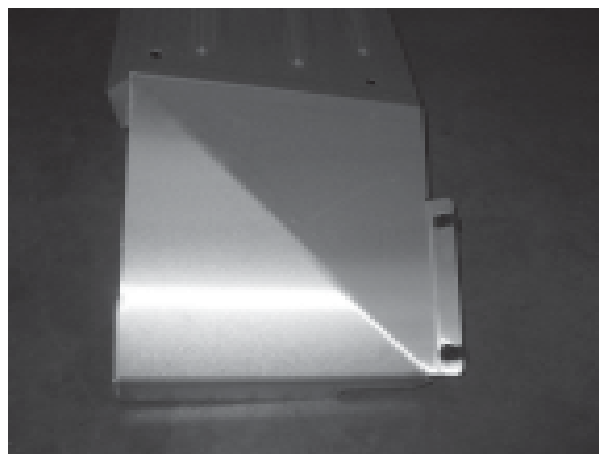

Figure 1
2. Installez les écrous en U M6 (B5) à l'intérieur de la bride de chaque plaque de protection tel qu'indiqué. **(Figure 1)**